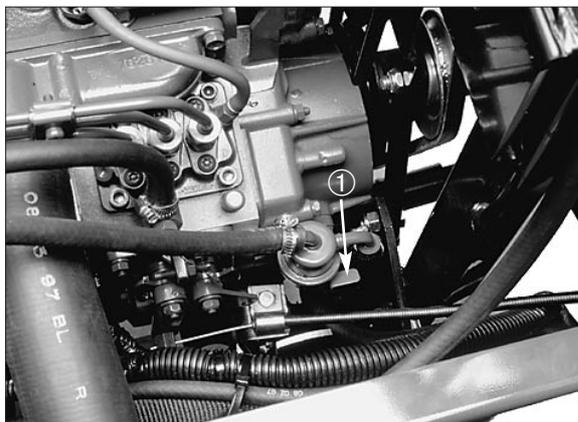

Figure 13
3. Actionner le levier de la pompe à carburant (Fig. 13) jusqu'à ce que le carburant s'écoule régulièrement autour de la vis. Serrer la vis de purge d'air.